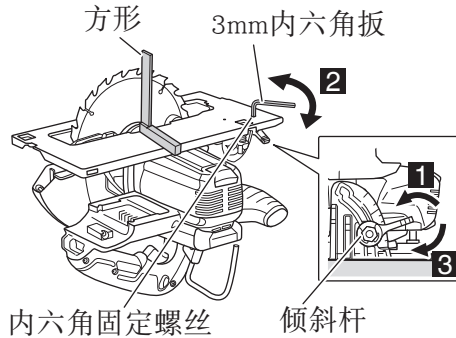

图36
6. 调整底座和锯片以保持垂直（图36）
(1) 将底座面朝上（图36）并松开倾斜杆。